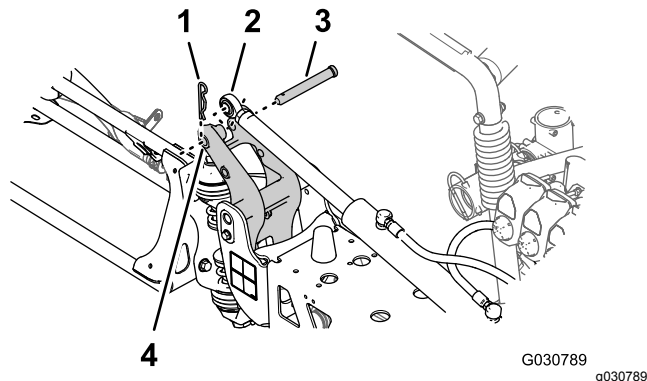

Рисунок 122
6. Совместите конец штока подъемного цилиндра с отверстием диаметром 25 мм (1 дюйм) в выступе крепления оси поворота (Рисунок 122).
7. Прикрепите подъемный цилиндр к креплению оси поворота при помощи шплинтуемого штифта и шплинта (Рисунок 122), снятых при выполнении пункта 2 раздела Демонтаж подъемных цилиндров \(страница 22\).